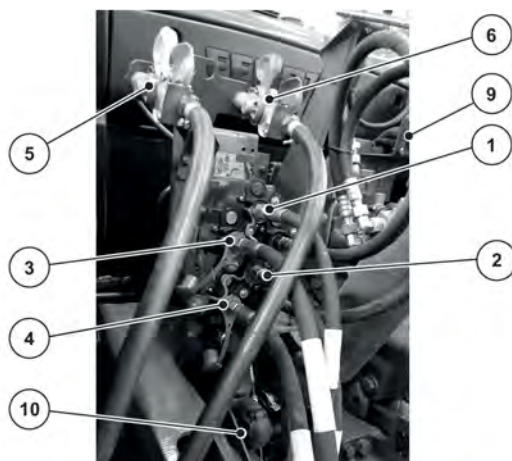

Fig. 26: Ordinea de racordare a conductelor mașinii la tractor
A se vedea Fig. 26
- ▶ Respectați succesiunea de racordare: A se vedea *Fig. 26 Ordinea de racordare a conductelor mașinii la tractor*